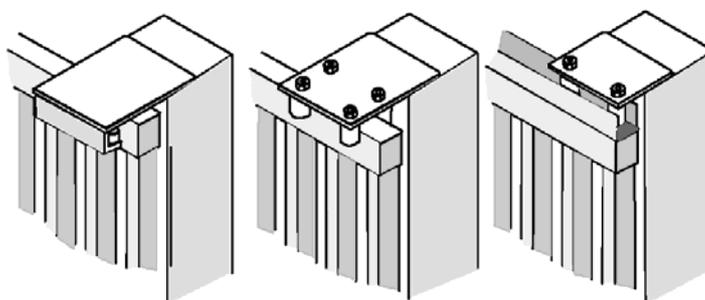

Fig. 3
**GLISSIERES SUPERIEURES :** Les glissières doivent être deux au minimum et elles doivent être disposées d'une façon linéaire, pour garantir la stabilité du portail. Dans la figure 3 nous rapportons certains exemples d'installation.
- Si le plan de fixation est irrégulier et il est nécessaire de régler le moteur dans le sens vertical, utiliser des vis sans tête et trois écrous pour chaque vis, comme indiqué dans la **figure 3**. Le réglage vertical est obtenu en réglant les écrous **E** et **F**.